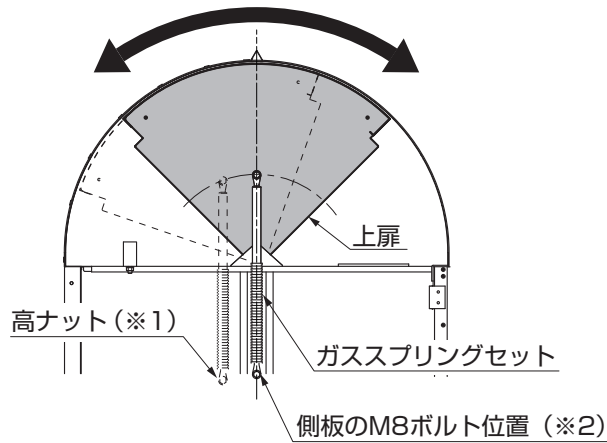

図10-4
- ② ガススプリングセットを垂直に垂らしたときに、ガススプリングセット下側の高ナット(※1)が側板RのM8ボルト(※2)の位置と合うまで、上扉を動かしてください。(図10-4参照)